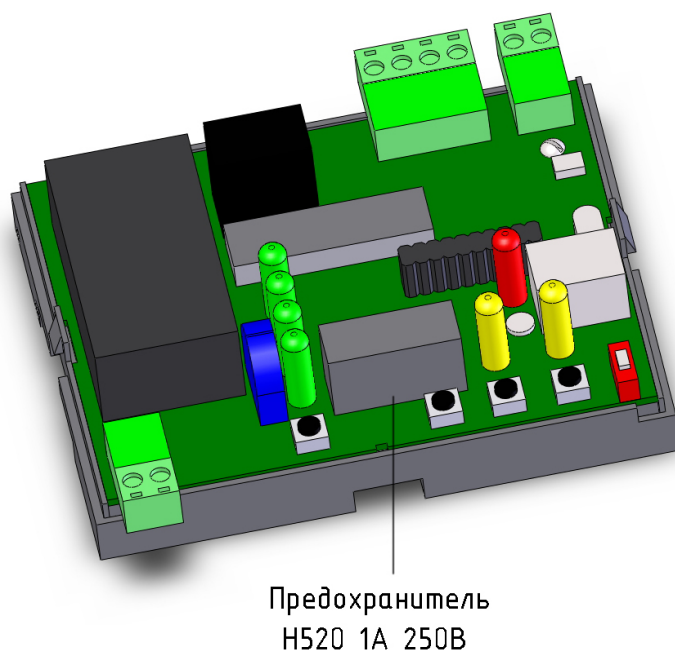

Рисунок 5
3. Откройте крышку держателя предохранителя, извлеките из него старый предохранитель (Рисунок 5).